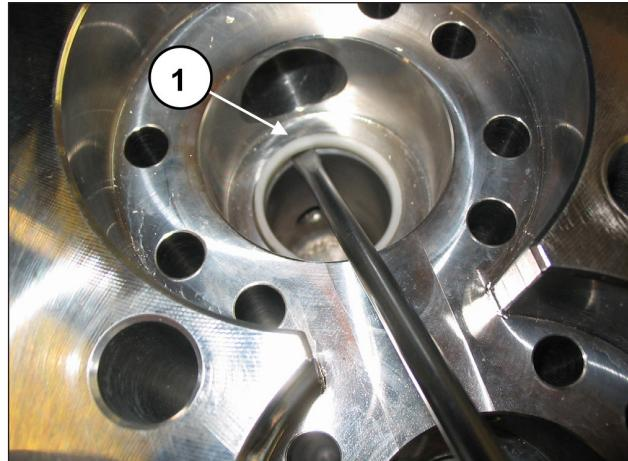

Fig. 103
Si es necesario, sustituirlas (pos. ①, Fig. 103).